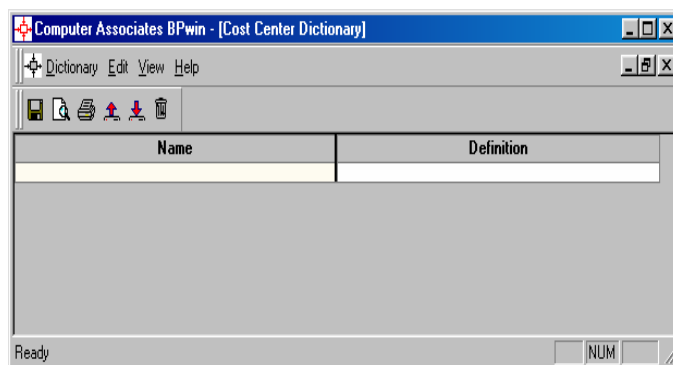
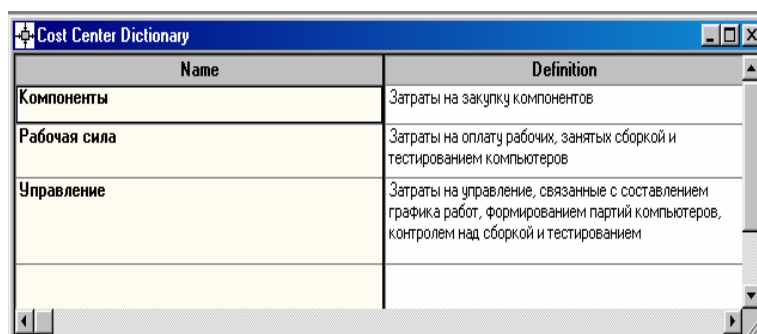

Рис. 126. Незаполненное окно **Cost Center Dictionary**
Рис. 127. Заполненное окно **Cost Center Dictionary**
2. Перейдите в меню **Dictionary/Cost Center** (Словарь/Центр Затрат) и в окне **Cost Center Dictionary** (Словарь Центра Затрат) (рис. 126) внесите название и определение центров затрат (таблица 16). Вид окна **Cost Center Dictionary** после внесения названия и определения центров затрат представлен на рис. 127 (обратите внимание на то, что центры затрат упорядочились по алфавиту).